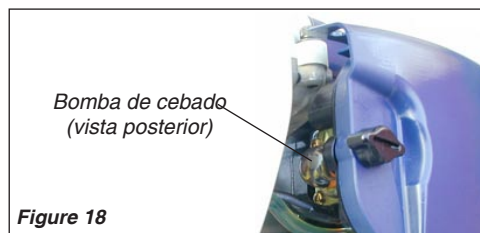

Figura 18
3. Oprima la bomba de cebado varias veces hasta que sienta resistencia y vea combustible fluir por la bomba. Consulte Figura 18.